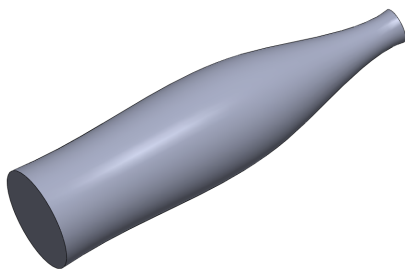

图 5-19 创建放样特征
(4) 单击【确定】按钮，即可创建放样特征，如图 5-19 所示。